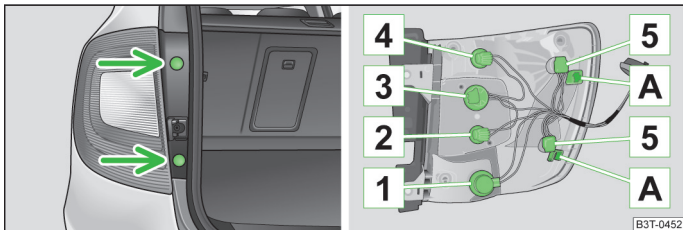

Abb. 194 Rückleuchte ausbauen (Combi)
Übersicht der Glühlampenanzordnung » Abb. 194.
- › Die Stopfen » Abb. 194 herausnehmen und die Rückleuchte mit einem Torx-Schlüssel abschrauben » Seite 211, Bordwerkzeug.
- › Zum erneuten Einbau die Rückleuchte zuerst mit den Öffnungen [A] » Abb. 194 auf die Bolzen an der Karosserie stecken.